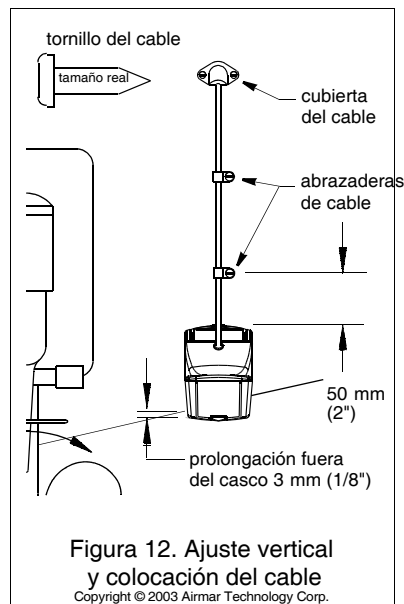

Figura 12. Ajuste vertical y colocación del cable
2. Compruebe que el ángulo inferior izquierdo del sensor sobresalga 3 mm (1/8") por debajo del fondo del casco (figura 12).
- b. Sitúe el sensor a una profundidad mayor en el agua, en incrementos de 3 mm (1/8") (figura 12).
1. Si debe perforar el espejo de popa, seleccione un lugar **muy por encima de la línea de flotación** (figura 12). Compruebe si algún obstáculo como aletas de trimado, bombas o cables en el